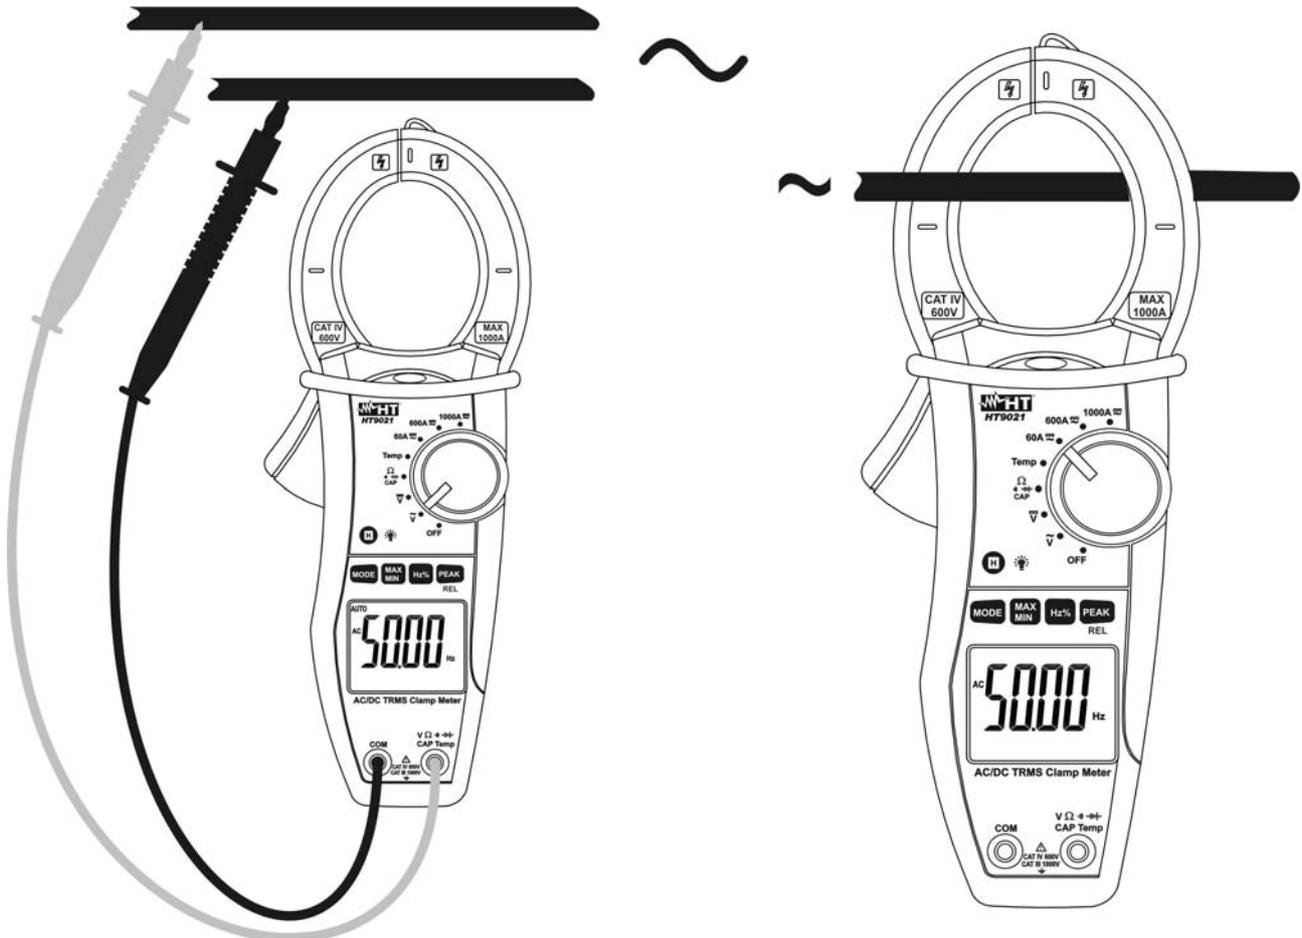

Fig. 9: Uso de la pinza para medidas de Frecuencia y Duty Cycle
3. Inserte el cable rojo en el terminal de entrada **VΩ** y el cable negro en el terminal de entrada **COM** (Fig. 9 – parte izquierda) para medidas de frecuencia con puntas. Inserte la pinza sobre el conductor (Fig. 9 – parte derecha) para medidas de frecuencia con maxilar. El valor de la frecuencia (Hz) o del duty cycle (%) es mostrado en el visualizador. En la medida de frecuencia y duty cycle la barra gráfica analógica está desactivada.